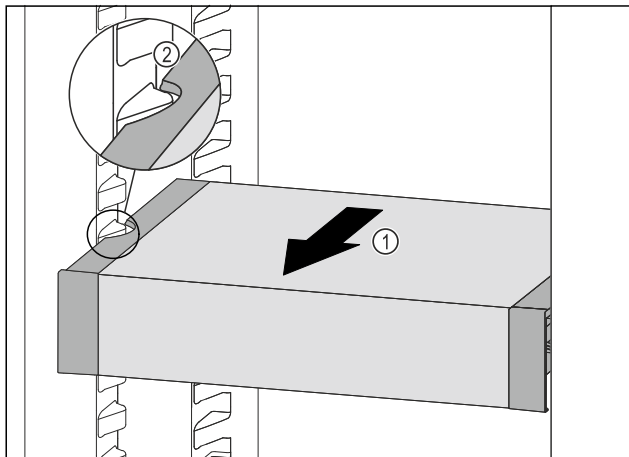

Fig. 40
- Потягнути VarioSafe вперед Fig. 40 (1), поки бокові заглиблення VarioSafe не опиняться на рівні ребра для резервуара в охолоджувальному відділенні. Fig. 40 (2)